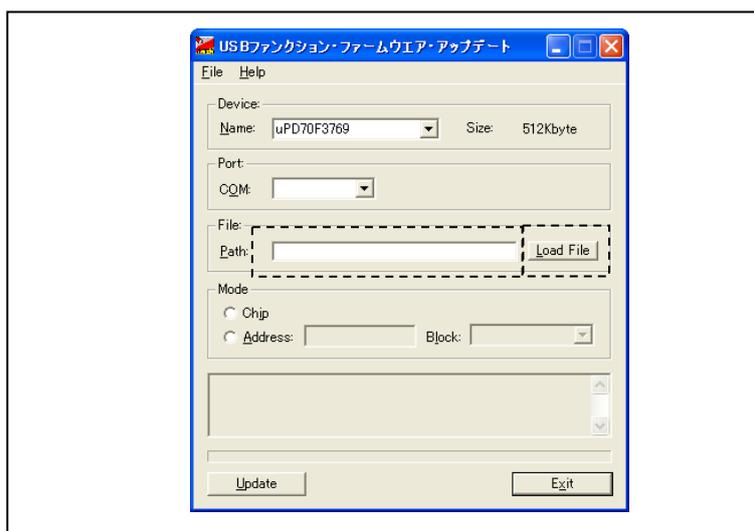

図 3-5 ファイル転送アプリケーションでファイルを選択
- (3) 評価ボードへ転送するサンプル・ユーザ・プログラムの HEX ファイル（ここではタッチ・パネル・プログラムの“touch\_sample.hex” ファイルを指します）を PC 側に用意します。PC 上で、ファイル転送アプリケーションを起動します（図 3-5 参照）。